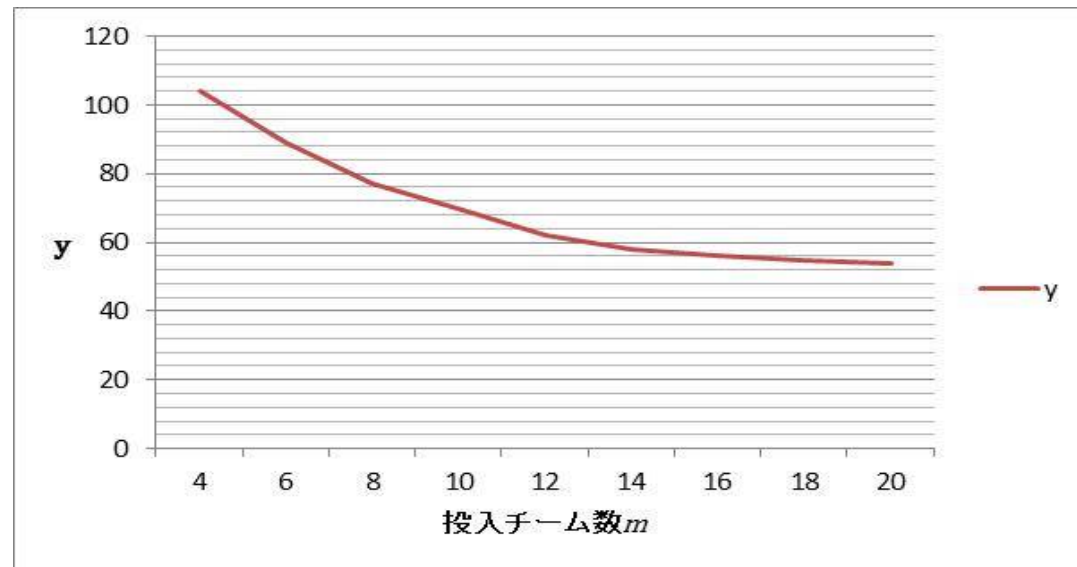

図6
- 総投入チーム数 $m$ を変化させた時の目的関数 $y$ の最適値の変動を表5,図6に示す